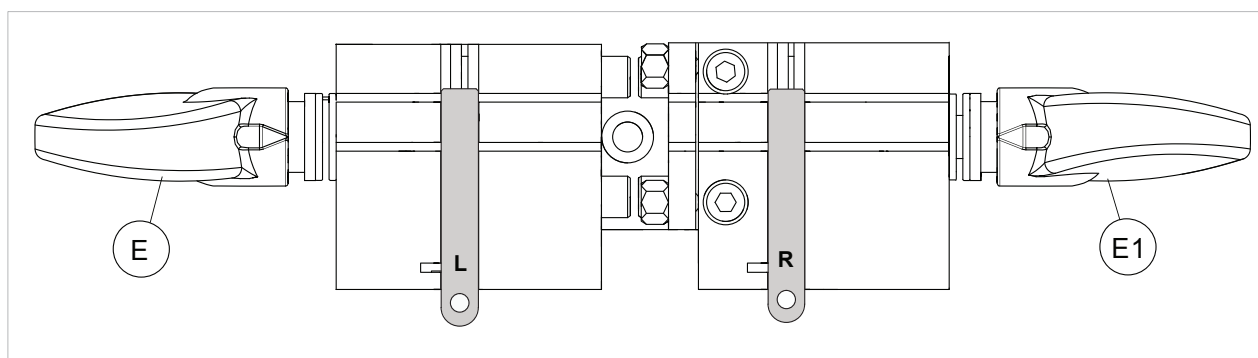

Fig. 17
- 1) Apagar el motor con el interruptor (Q).
- 2) Posicionar la barra de calibración “L” en la mordaza izquierda (lado palpador) y bloquearla con la manecilla (E) (Fig. 17).
- 4) Bloquear las virolas (H2) y (O).
- 5) Aflojar ligeramente el espárrago (M) que bloquea el palpador. Extraer el palpador hacia abajo aproximadamente de 4 mm.
- 6) Con la palanca (J), bajar el carro vertical para situar el palpador y la fresa en contacto con las 2 barras.
- 7) Cerrar el espárrago (M) del palpador.